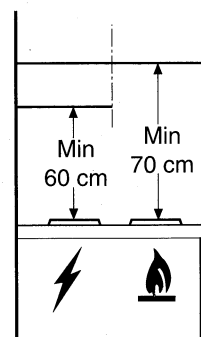

Fig. 5
- La hotte doit être installée à au moins 60 cm des brûleurs électriques, à 70 cm des brûleurs à gaz et à au moins 85 cm au-dessus de cuisinières à bois sans approvisionnement par le dessus (Fig. 5). Toute installation de la hotte au-dessus de foyers ouverts ou de cuisinières à ouverture de remplissage (avec couvercle) sur le dessus, est absolument interdite.
La hotte aspirante doit être montée sur une armoire murale ou entre deux armoires. Une fois installée, la hotte doit être à au moins 60 cm des corps de chauffe électriques et 70 cm des brûleurs à gaz et mixtes (fig. 5).